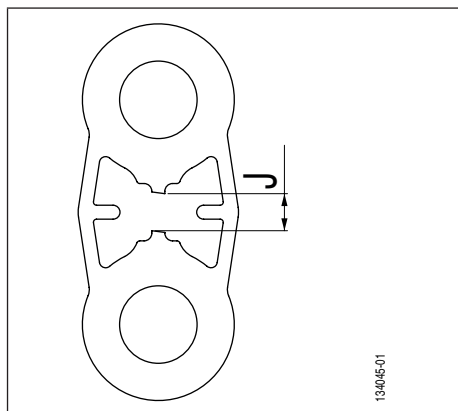
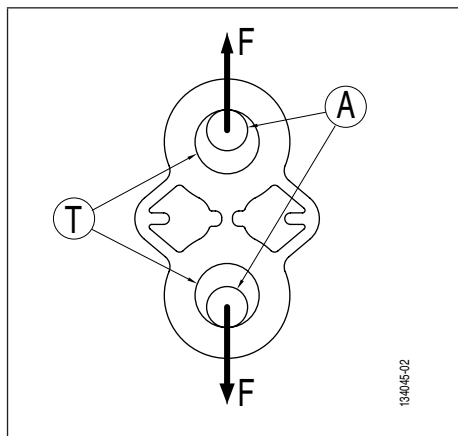
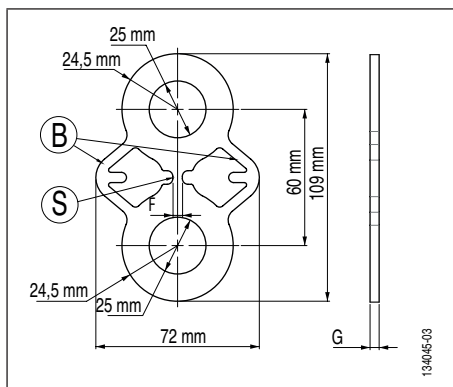

Fig. 1
Fig. 2
Fig. 3
E' stata progettata una gamma completa di placchette per test TA al fine di testare in trazione i punti di ancoraggio. I fori di aggancio (*Fig. 2, rif. T*) delle placchette sono dimensionati in modo da ricevere dei grilli a lira di alta resistenza. Le diverse referenze di placchette per test TA sono realizzate in acciaio inossidabile dello stesso materiale in modo da garantire la rottura della sezione (*Fig. 3, pag. 44, rif. S*) con una precisione di +/- 10% in rapporto al carico di rottura CR indicato sulla placchetta (capitolo 11. *Marcature*). I bracci di ritegno (*Fig. 3, pag. 44, rif. B*) sono dimensionati in modo da garantire una resistenza meccanica di almeno il carico di rottura CR indicato sulla placchetta.
- Messa in carico della placchetta per test TA (*Fig. 2*).
- Al carico di rottura CR indicato sulla placchetta (capitolo 11. *Marcature*) rottura della sezione S (*Fig. 3, pag. 44, rif. S*).
→ Allungamento della placchetta e formazione di un gioco 'J' tra due le due metà-parti alta e bassa della placchetta per test TA (*Fig. 1, gioco J*).
Il carico di test è raggiunto alla rottura della sezione centrale della placchetta (*Fig. 3, pag. 44, rif. S*). Un paio di bracci di ritegno (*Fig. 3, pag. 44, rif. B*) permettono di garantire la trattenuta della linea di messa in carico dopo la rottura della sezione di controllo 'S'.
! PERICOLO: Se l'operatore rimette in carico la placchetta dopo la rottura della sezione 'S', esiste il rischio di rottura dei bracci di ritegno (Fig. 3, pag. 44, rif. B) e di caduta dell'apparecchio di messa in carico. Il gioco 'J' massimo (Fig. 1, gioco J) non deve superare i 15 mm.